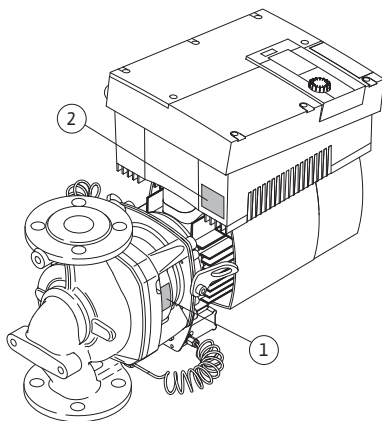

Fig. 11: Anordnung der Typenschilder:
- Das Pumpentypenschild (Fig. 11, Pos. 1) beinhaltet die Seriennummer (Ser.-No.../...), die z. B. für die Ersatzteilbestellung erforderlich ist.
- Das Elektronikmodul-Typenschild (Elektronikmodul = Inverter bzw. Frequenzumrichter) (Fig. 11, Pos. 2) gibt die Bezeichnung des verwendeten Elektronikmoduls an.